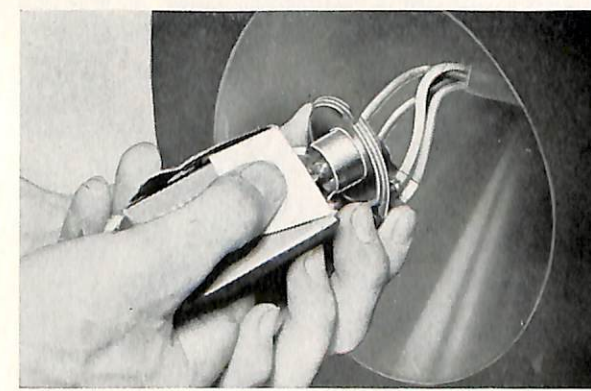

Bild 15. Byte av strålkastarlampa.
4. Montera den nya glödlampan. Detta utföres som framgår av bild 15. Tag inte i själva lampglaset med fingrarna, utan drag endast ut lampsockeln så långt ur kartongen att lampan kan monteras. Smuts, olja och dylikt på glaset bränner nämligen fast och kan röskada reflektorn. Ljusstyrkan blir härigenom avsevärt försämrad.